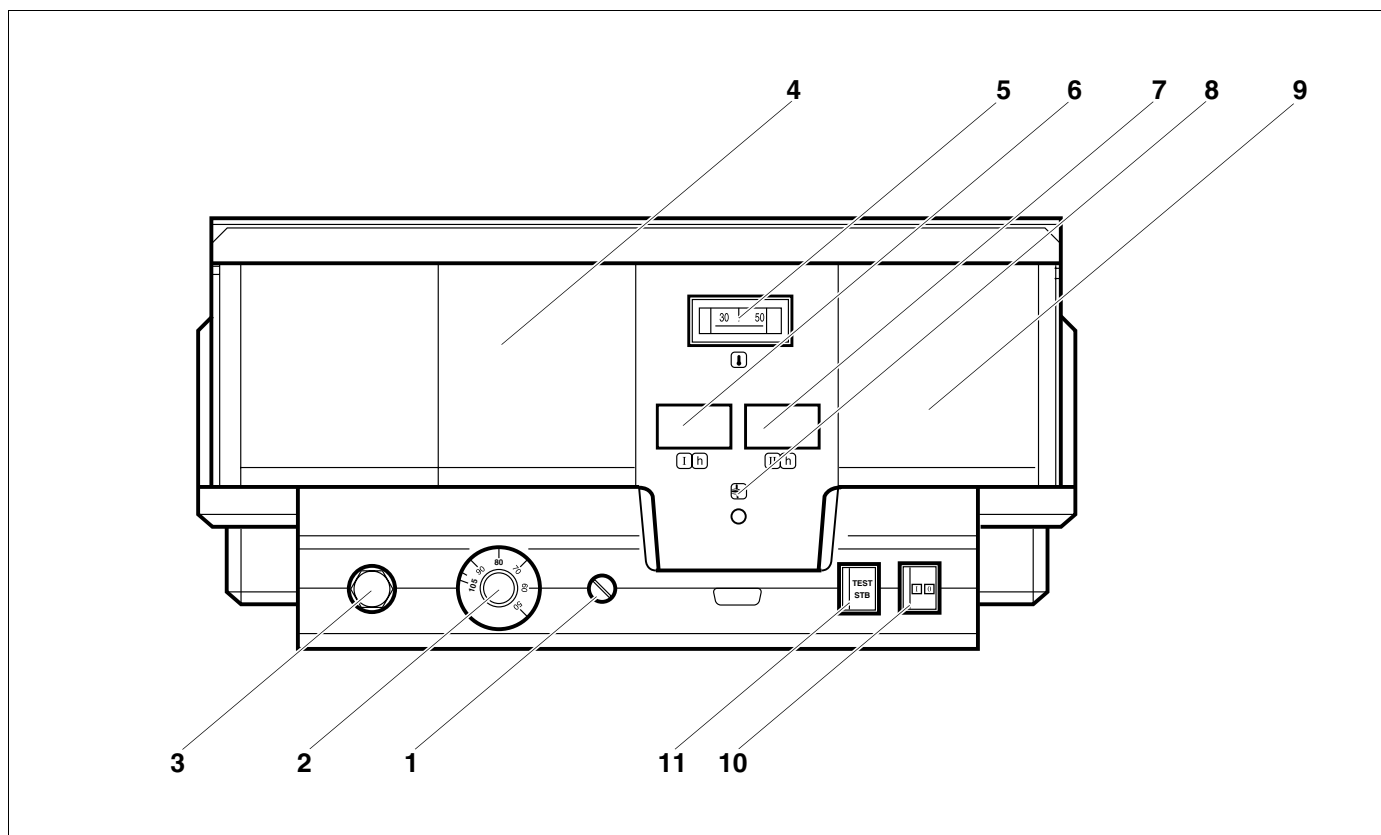
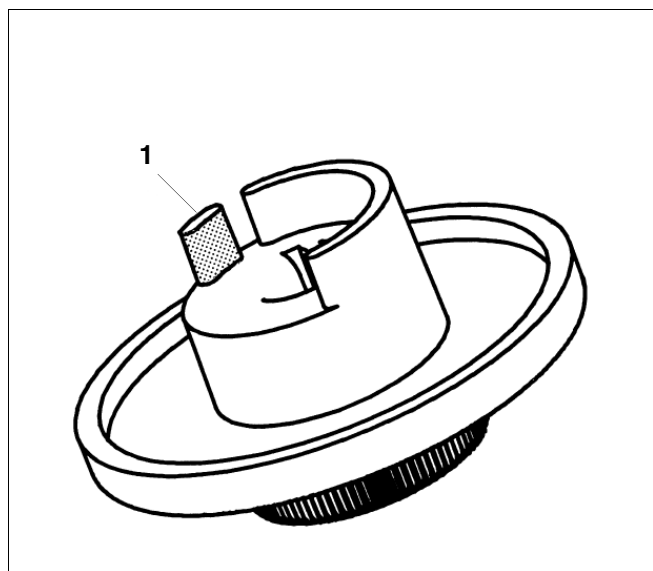

Рис. 1 Элементы управления Logamatic 4212
Рис. 5 Ручка настройки
Экспликация к рис. 1
Если котел имеет котловой модуль ZM 427 или внешнее регулирование, то регулятор температуры котловой воды (рис. 1, **поз. 2**) должен быть настроен минимум на 80 °C.
Регулятор температуры котловой воды (рис. 1, **поз. 2**) представляет собой двухполосный регулятор для эксплуатации с 2-ступенчатой горелкой.
Если светится индикатор неисправности горелки (рис. 1, **поз. 8**), то для устранения неисправности нужно связаться с отопительной фирмой, обслуживающей Вашу установку.
Кнопка STB (рис. 1, поз. 11) предназначена для проверки предохранительного ограничителя температуры (рис. 1, поз. 3) специалистами отопительной фирмы.
- Нажать кнопку STB (рис. 1, поз. 11) и удерживать нажатой до его срабатывания (рис. 1, поз. 3).
- Для разблокировки предохранительного ограничителя температуры (рис. 1, поз. 3) нужно открутить колпачковую гайку и нажать находящуюся под ней кнопку подавления помех.
- Вынуть ручку настройки (рис. 5) регулятора температуры котловой воды (рис. 1, **поз. 2**).
- Отломить стопор (рис. 5, **поз. 1**).
- Вставить на место ручку настройки регулятора (рис. 1, **поз. 2**).